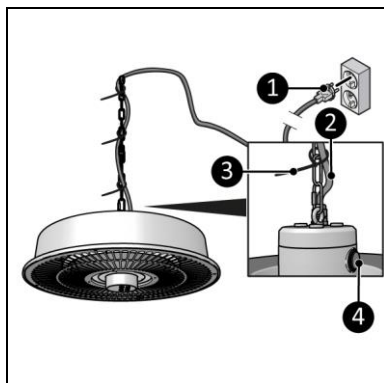

Abbildung 9
2. Stellen Sie sicher, dass sich der EIN/AUS-Schalter in der AUS-Position befindet (Abbildung 9, Pos. 4).).
3. Platzieren Sie das Stromkabel (Abbildung 9, Pos. 2) mit Kabelbindern (Abbildung 9, Pos. 3) entlang der Aufhängekette).
4. Stecken Sie den Netzstecker (Abbildung 9, Pos. 1) in eine leicht zugängliche geerdete Steckdose. Verwenden Sie eine geerdete Steckdose mit einer Mindestleistung von 1500 Watt.
1. Stellen Sie den EIN/AUS-Schalter auf EIN (Abbildung 9, Pos. 4).).
1. Stellen Sie sicher, dass sich der EIN/AUS-Schalter in der AUS-Position befindet (Abbildung 9, Pos. 4).).
2. Ziehen Sie den Netzstecker aus der Steckdose (Abbildung 9, Pos. 1).).